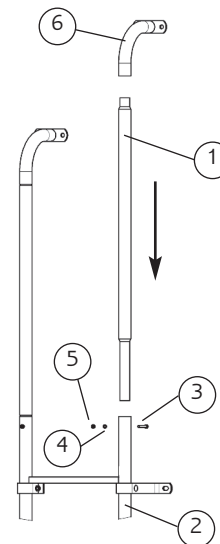

Abb. 4
**2.3 Holmverlängerung gerade (Abb. 4)**